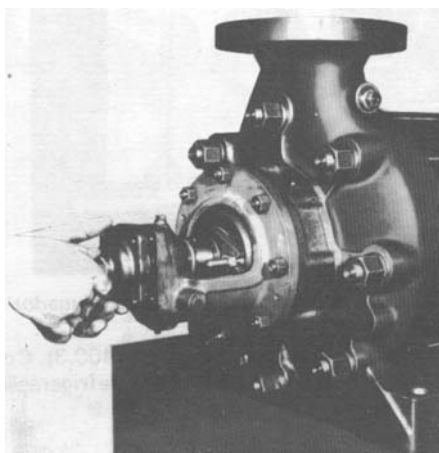

Figura 24 – Extração da tampa do mancal
- Soltar os parafusos (901.1) e extrair a tampa do mancal (360.1) vide Figura 24.